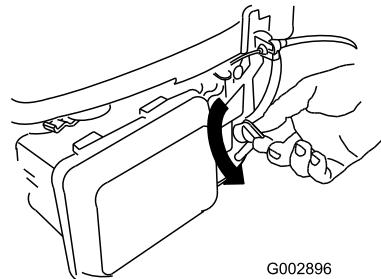

Figura 13
1. Gire la palanca de la válvula de combustible a la posición Abierto (Figura 13).